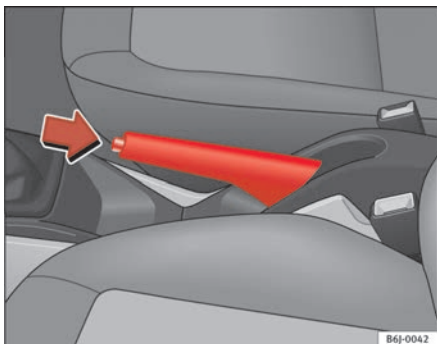

Abb. 102 Handbremse zwischen den Vordersitzen
- Ziehen Sie den Hebel der Handbremse fest nach oben ⇒ Abb. 102.
- Ziehen Sie den Hebel etwas nach oben, drücken Sie die Entriegelungstaste in Pfeilrichtung ⇒ Abb. 102 und führen Sie den Handbremshebel ganz nach unten ⇒ .